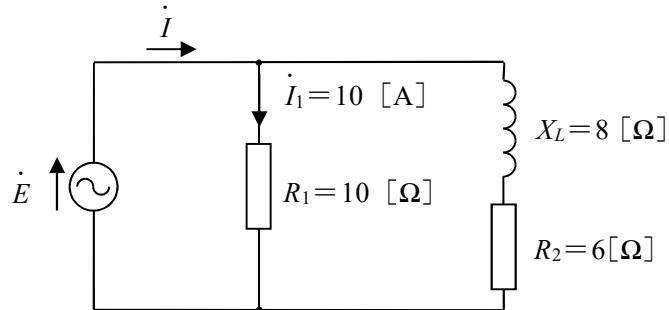

図 1-3
- (2) 図 1-3 に示す電気回路において、抵抗 R_2 で消費される電力は(⑥) [W] で、電源から供給される電流 I の大きさは(⑦) [A] である。